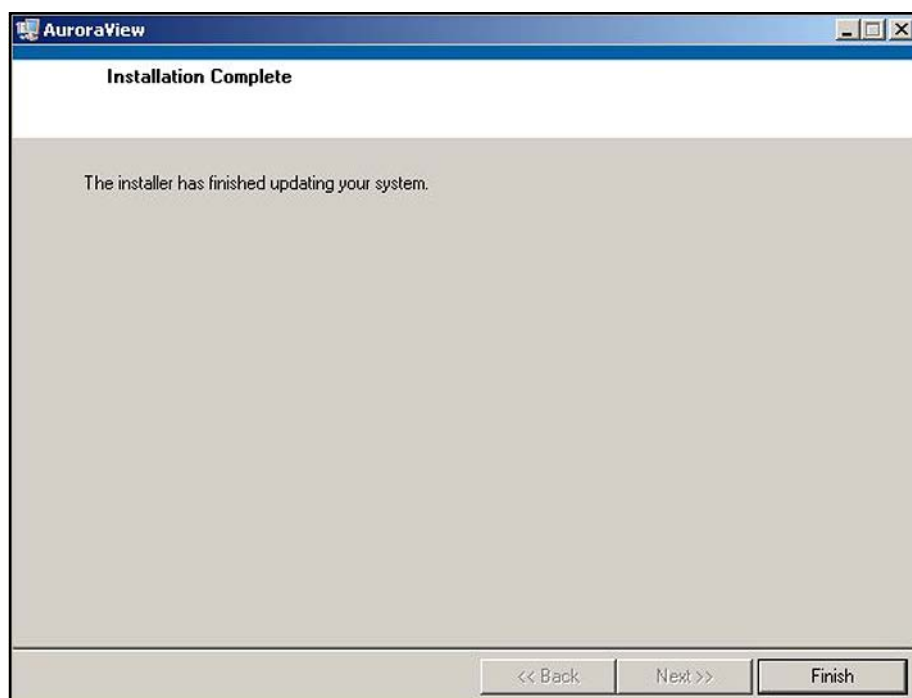

図 58: インストールの完了
9. インストールが完了すると、以下の図 58 に示す画面が表示されます。